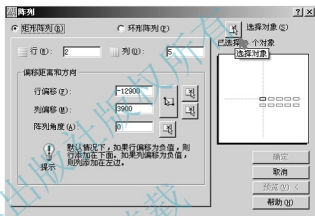

图 2.75 【阵列】对话框
(1) 单击【修改】工具栏上的【阵列】图标或在命令行输入 “AR” 并按 Enter 键, 打开【阵列】对话框。
① 设置【阵列】对话框中的相关选项, 如图 2.75 所示。